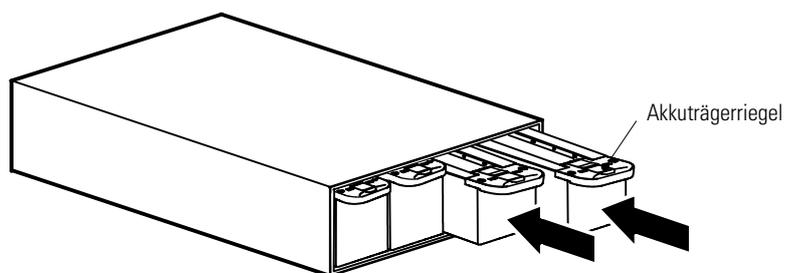

Abbildung 42. Einbau der Akkuträger
5. Die neuen Akkuträger in den EBM-Schrank schieben (siehe Abbildung 42). Jeden Träger hineindrücken, bis der Akkuträgerriegel im Griff einrastet und den Träger befestigt.